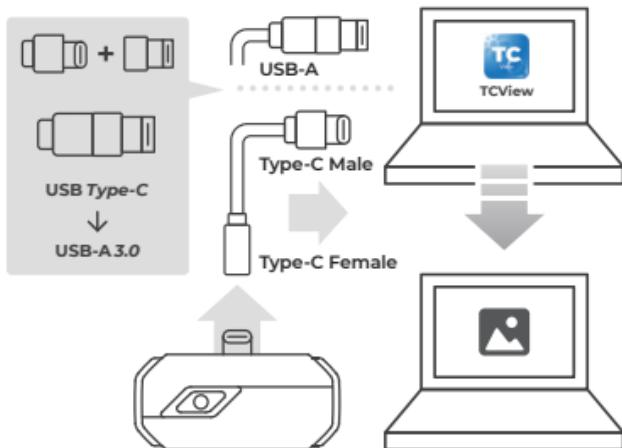

図 4.1.1
2. 付属のアダプタケーブルで TC001 カメラを PC に接続します（図 4.1.1 を参照）。